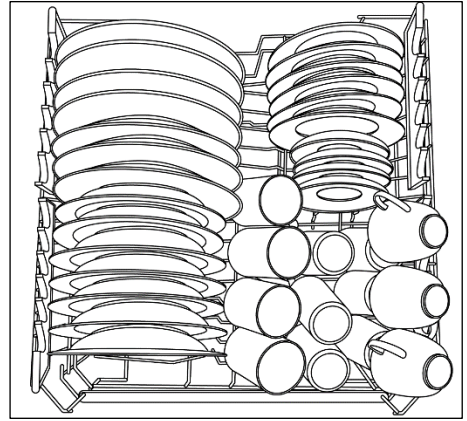

Abb. 1
2. Ziehen Sie den Korb dazu mit beiden Händen senkrecht nach oben heraus (Abb. 1).
1. Ziehen Sie den Korb mit beiden Händen vorsichtig senkrecht nach oben heraus (Abb. 1);
Eine Standardbeladung für tägliches Spülen ist in den Abb. 1.